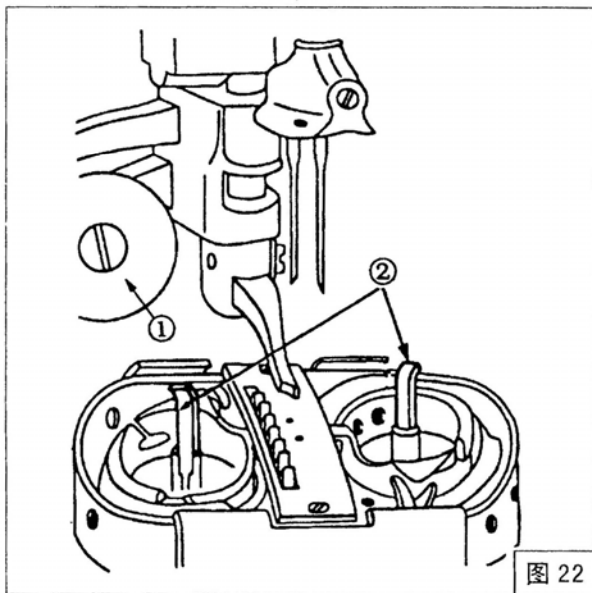
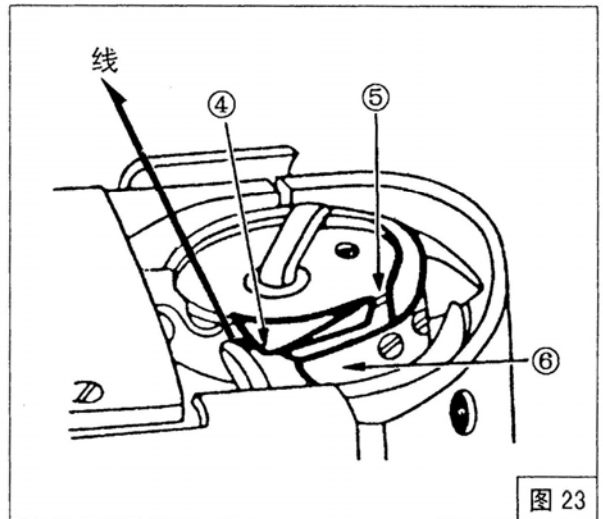
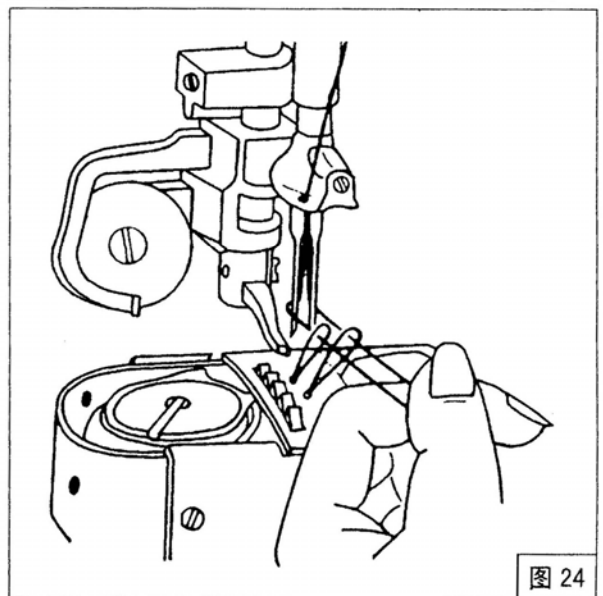

图 22
图 23
图 24
如图 22，用手转动主动轮，将针杆升到最高位置，向左打开滚轮压脚①，取下左、右推板，扳起梭门扳手②，将梭芯线拉出 5mm，将梭芯装入旋梭，放下梭门扳手②；如图 23，将引出的 5mm 线穿过旋梭的沟槽④中，再从③的下面穿过并向外引出，将线端放置在外；如图 24，左手拿左右机针线，右手转动主动轮，将勾出的梭芯线放置在一边，推上左右推板。